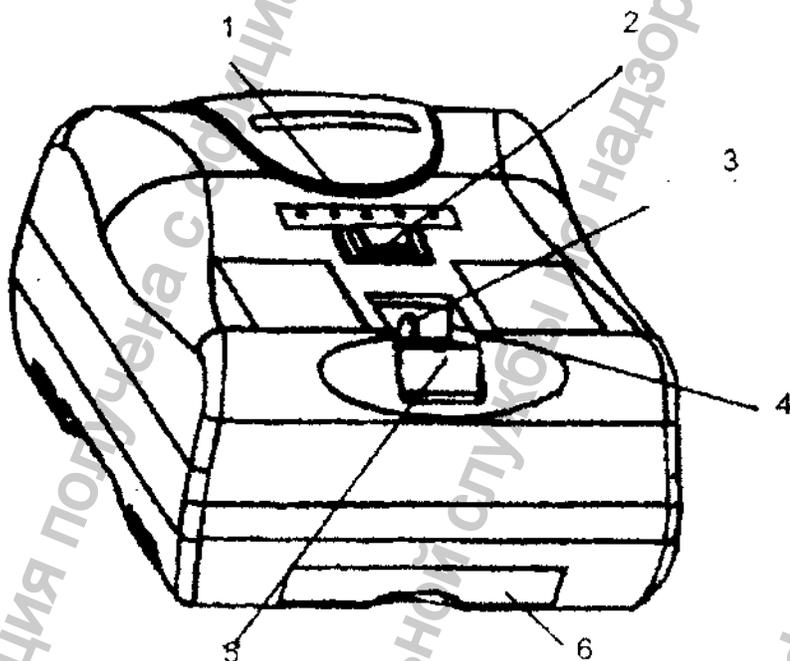

Рис. 1
1.5.1 Внешний вид деструктора показан на рис. 1, где: